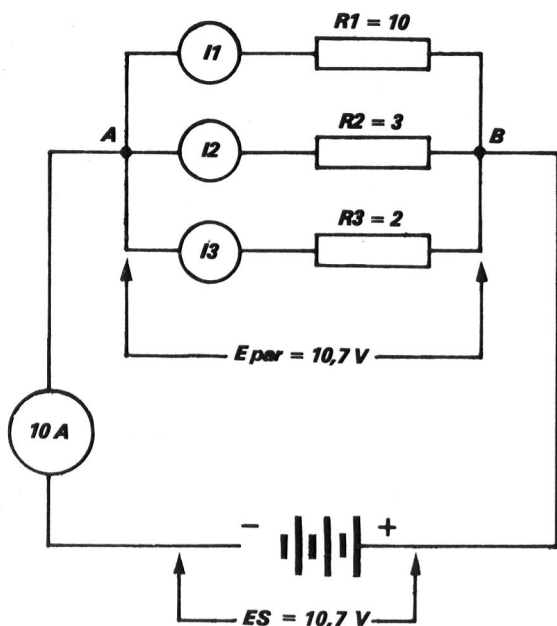

figura 9
A corrente se divide quando encontra caminhos paralelos. Assim, no circuito da figura 9 a corrente se divide no ponto (A), com a maior intensidade passando através do resistor de menor valor ôhmico (R_3) e a corrente fluindo com menor intensidade no resistor de mais alto valor ôhmico (R_1).
A corrente também flui através dos outros resistores ou "caminhos", porém sempre em proporção inversa do valor da resistência ôhmica, isto é, quanto maior a resistência, menor a corrente, e vice-versa. No ponto (B) da figura 9 a corrente se recombina, ou seja, no ponto (B) as correntes de todos os caminhos ou derivações se somam.
Assim, a corrente da figura 9 (10 am-pères) entra na junção (A) e sai na junção